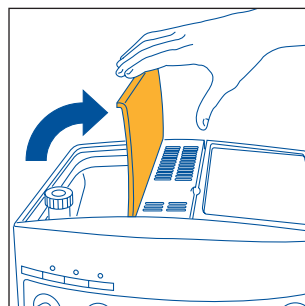

Fig. 2
- Abra la tapadera del recipiente de los granos de café (fig.2).